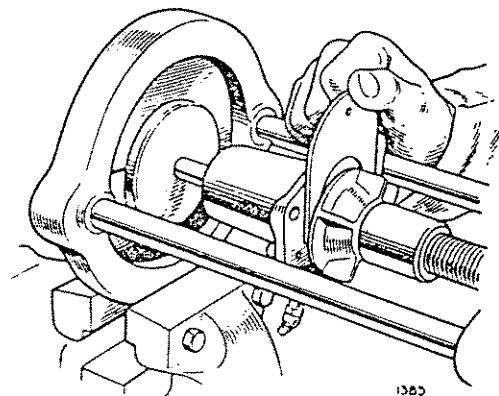

Abb.11 Anwendung einer Lehre, um den richtigen Abstand zwischen Pumpenrad und Gehäusefläche zu erhalten.
1. Teile (9, 18 und 8) an die Welle (17) anbringen. Die Kugellager (10) mit Fett packen und mit der abgedichteten Fläche nach außen und den Abstandbüchsen (11) dazwischen auf die Welle pressen.
2. Mit einem Treibrohr das Kugellager mit der Welle (17) in das Gehäuse treiben und mit dem Sprengring (12) sichern. Abdichtung (23) in das Pumpenrad (24) pressen.
3. Mit einem 2,159 mm dicken Abstandstück das Pumpenrad (24) auf die Welle (17) pressen; siehe Abb.11. Um ein Lecken zu vermeiden, das Pumpenrad an das Wellenende löten.
4. Scheibenfeder (19) und Riemenscheibe (13) auf die Welle (17) setzen und mit der Nyloc-Mutter (15) und der flachen Unterlegscheibe (14) sichern.